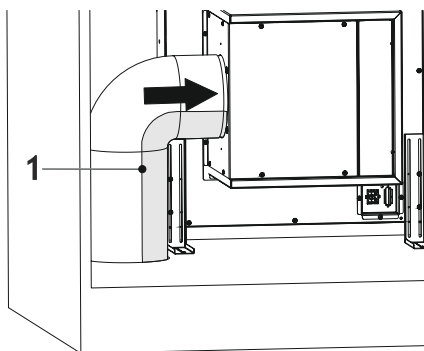

Fig. 19: I
- 9. ➔ Der kan som i figur eksempelvis bruges et fast kanal med evt. et knæk på 90* . (Fig. 19).